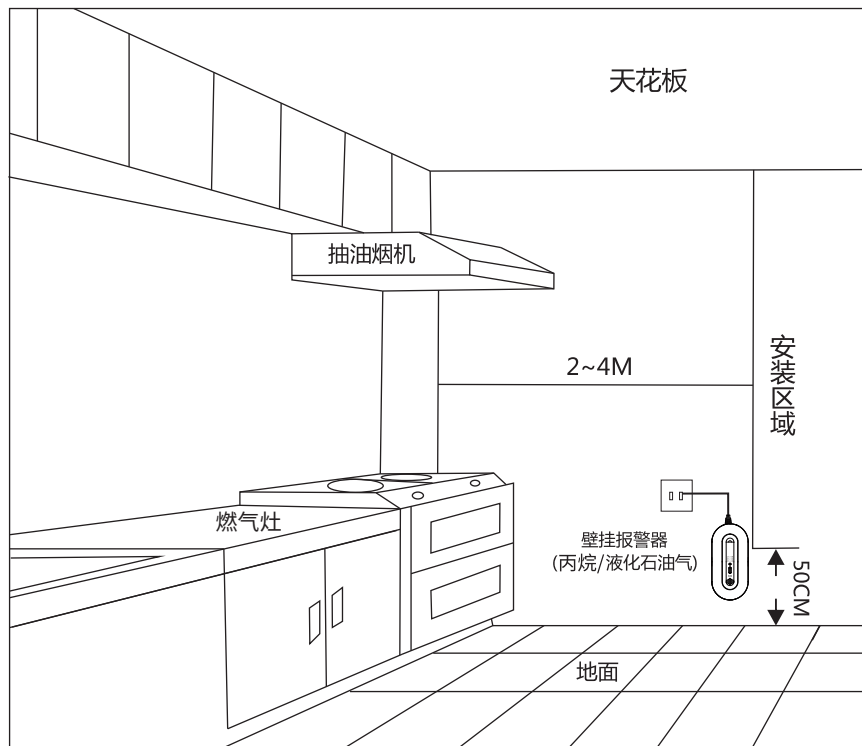

图3-产品安装示意图
(2) 安装位置不能离燃气灶具太近, 以免探测器受到炉火烘烤; 不能安装在油烟大的地方, 以免引起误报警或探测器进气孔进气不流畅, 从而影响探测器的灵敏度; 也不能安装于排气扇、门窗窗边与浴室汽水较大处。
(3) 按图3正确接线, 所有接线安装必须符合国家及地方有效法规、标准。应选择线芯粗细适当的导线, 连接探头及辅助装置的导线应有色彩标识, 以免接错, 错误的接线将导致探头不能正常工作。